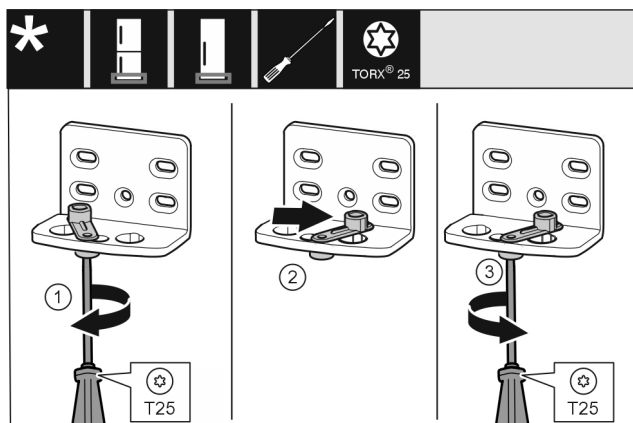

Fig. 11
- Visser la vis sans serrer avec un tournevis T25. Fig. 11 (1)
- Soulever le ressort de fermeture et le tourner de 90° à droite dans l'alésage. Fig. 11 (2)
- Serrer la vis avec un tournevis T25. Fig. 11 (3)